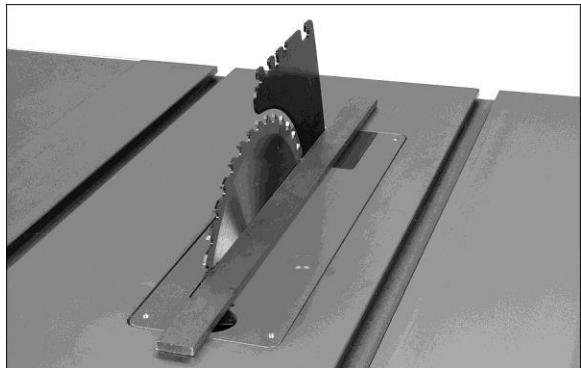

Рис. 8-6
3. Положите линейку на стол так, чтобы она располагалась у пильного диска и расклинивающего ножа. См. рис. 8-6. Поверните диск так, чтобы верхний зуб коснулся линейки.